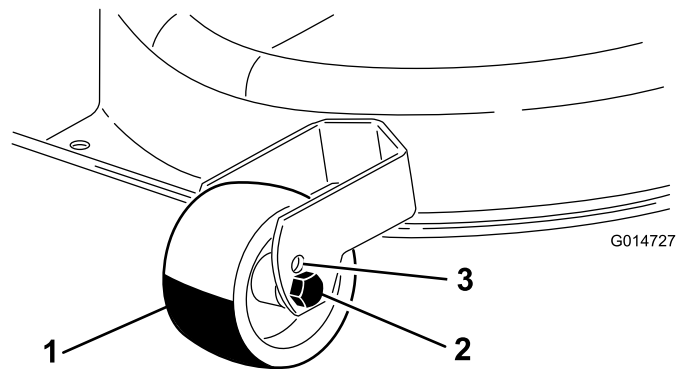

Figura 9
- Para utilizar los ajustes de altura de corte 1 ó 2, mueva las ruedas reguladoras al taladro superior (más altos) de los soportes de las ruedas (Figura 9).
- Para utilizar los ajustes de altura de corte 3 a 7, instale las ruedas reguladoras en los taladros inferiores (más bajos) de los soportes de las ruedas (Figura 9).